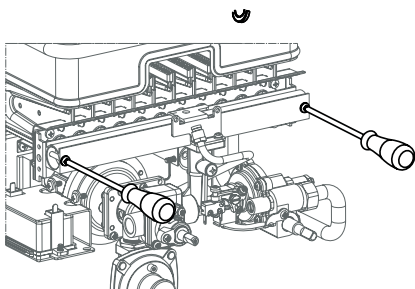

Рисунок 12
- 2.8.5 Выкрутите 2 винта из коллектора (рисунок 12).